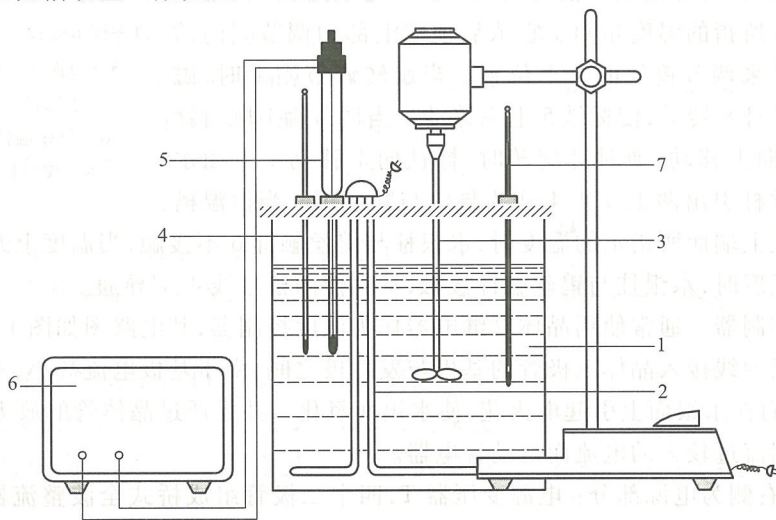

图1-1 恒温槽装置图
在物理化学实验中所测量的物理量,如折射率、黏度、蒸气压、表面张力、电导、化学反应速率系数等都与温度有关,要准确测量其数值,必须在恒温下进行。实验室中最常用的是用恒温槽来控制温度维持恒温,它是以某种介质(常用水为介质)的恒温装置,依靠恒温控制器来控制恒温槽的热平衡。当恒温槽因对外散热而使水温降低时,恒温控制器就使恒温槽内的加热器工作。待加热到所设定的温度时,它又使加热器停止加热,这样周而复始就可使介质的温度在一定范围内保持恒定。恒温槽装置一般如图1-1所示。
1. 将蒸馏水注入浴槽至容积的 $2/3$ 处,按图 1-1 所示将接触温度计、晶体管继电器、电动搅拌器、加热器、温度计等安装好。